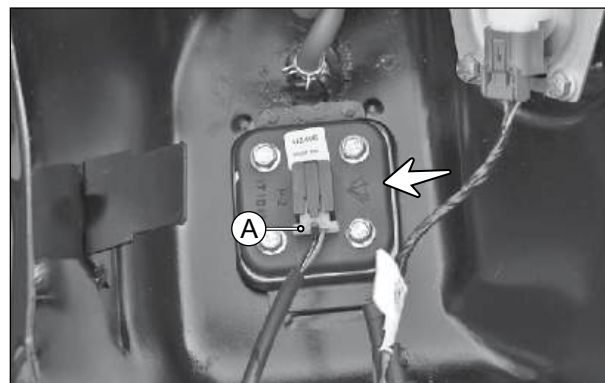
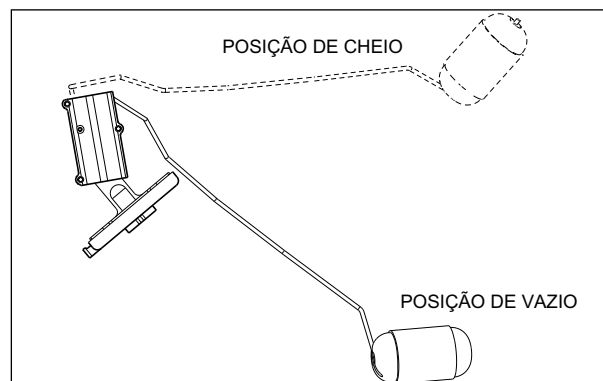

Fig. 5.48
Fig. 5.49
- O conjunto do sensor de nível de combustível (seta) está instalado na parte inferior do tanque de combustível. (Fig. 5.48)
- Desconecte cuidadosamente o conector (A) do conjunto do sensor de nível de combustível. (Fig. 5.48)
- Inspeccione o conjunto do sensor de nível de combustível quanto à continuidade com um multímetro, conectando o fio positivo "+" do multímetro ao fio verde com listra amarela (GY) e o fio negativo "-" ao fio preto com listra branca (BW).
- Coloque o multímetro na faixa de 200 Ω e verifique a resistência do conjunto do sensor de nível de combustível. Se a resistência medida não estiver dentro do limite especificado, substitua o sensor por um novo. (Fig. 5.49)